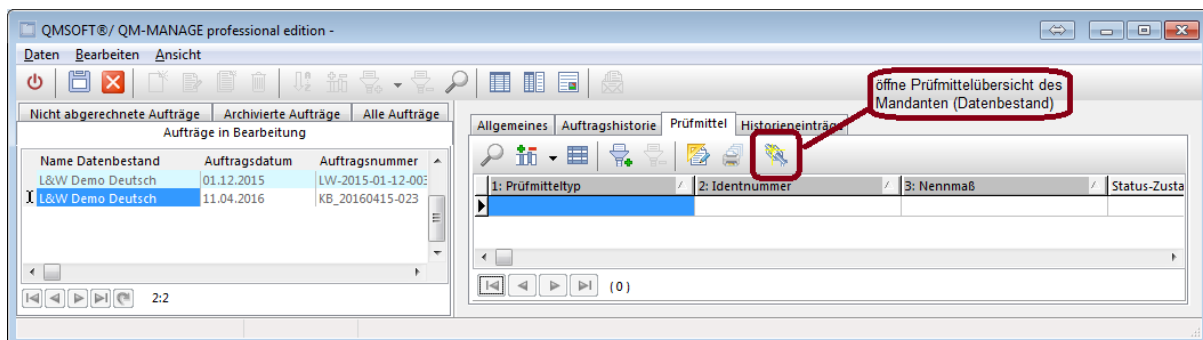

Abb. 6.2.1: QMSOFT®/QM-Order - Prüfmittel zu Auftrag hinzufügen.
- Über die manuelle Zuweisung der Prüfmittel in der Auftragsverwaltung [Abb. 6.2.1]